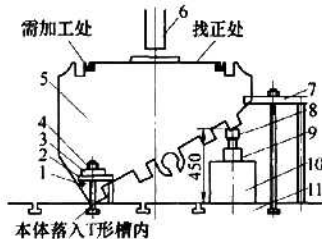

图 2
(1) 对于回转工作台缸体的加工在龙门加工中心上进行, 加工示意如图 2 所示。①将缸体下压板